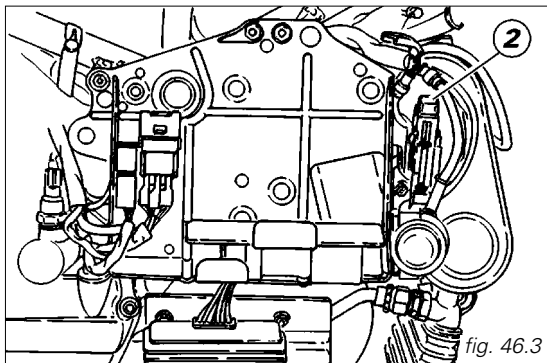

fig. 46.3
El fusible montado al lado de la batería (fig. 46.3) protege el regulador electrónico. Para acceder al fusible es necesario desmontar el capuchón de protección (2).